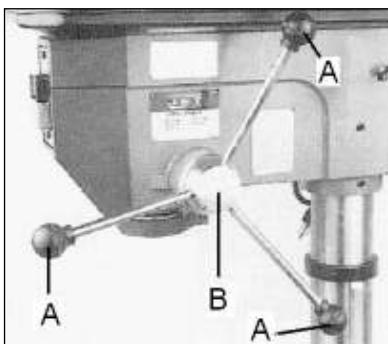

Рис. 5
Установите три рукоятки для вертикальной подачи сверла (A, Рис. 5) в гнезда (B).